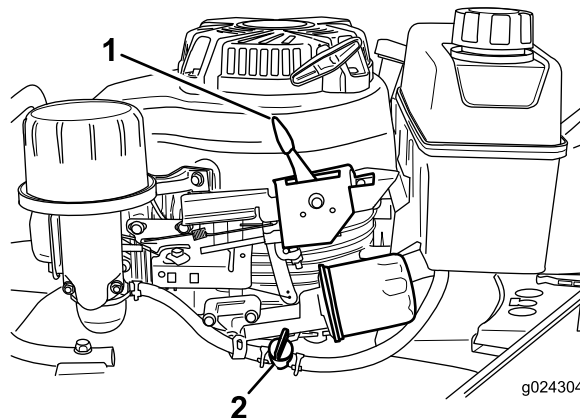

Figura 15
2. Abra la válvula de combustible (Figura 15).
3. Mueva la palanca de control del acelerador (Figura 15) a la posición de Estárter.
Suelte la barra de control de la cuchilla y mueva la palanca de control del acelerador (Figura 15) a la posición de Parada.
**Nota:** Cierre la válvula de combustible (Figura 15) a menos que vaya a volver a arrancar el motor en breve.